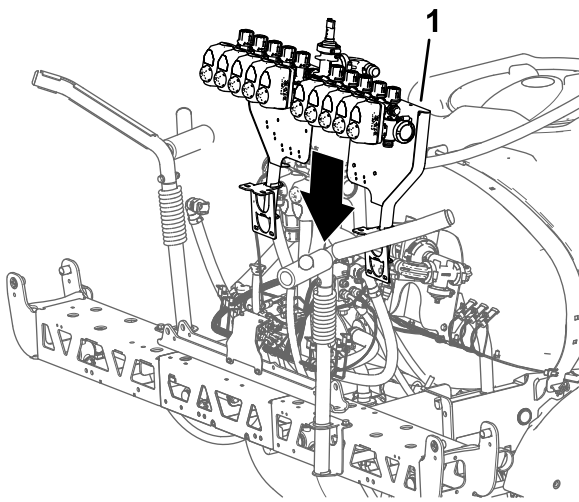

Bild 108
1. Verwenden Sie eine Hebevorrichtung mit der angegebenen Kapazität, heben Sie die Ventilbefestigung und das Sprühventil an und fluchten sie über dem mittleren Auslegerabschnitt aus (Bild 108).